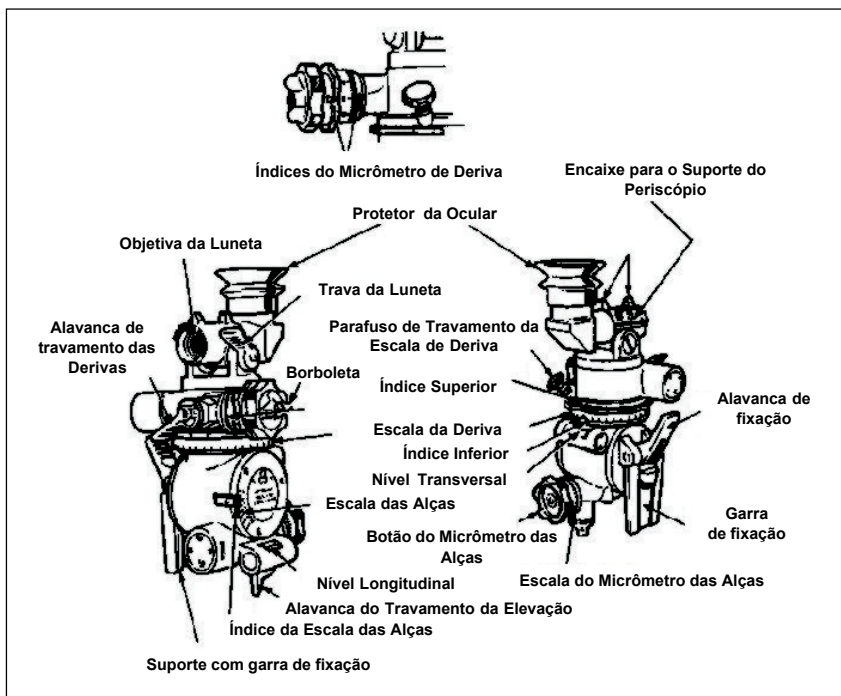

Fig 1-16. Aparelho de Pontaria C2 TRILUX
a. O aparelho de pontaria é fornecido para ser instalado no morteiro. A bolha de nível transversal é usada para certificar-se que o aparelho de pontaria e o morteiro estão nivelados verticalmente. Através da luneta, da escala de derivas e do nível transversal, o morteiro é apontado em direção. Através da escala das alças de elevação, do nível longitudinal e do nível transversal, o morteiro é apontado em elevação. O aparelho de pontaria é iluminado por lâmpadas TRILUX de cor verde, que estão colocadas dentro do aparelho de pontaria, solidárias e próximas às escalas que iluminam, dentro do retículo da luneta e nos alojamentos das bolhas de nível (Fig 1-16).